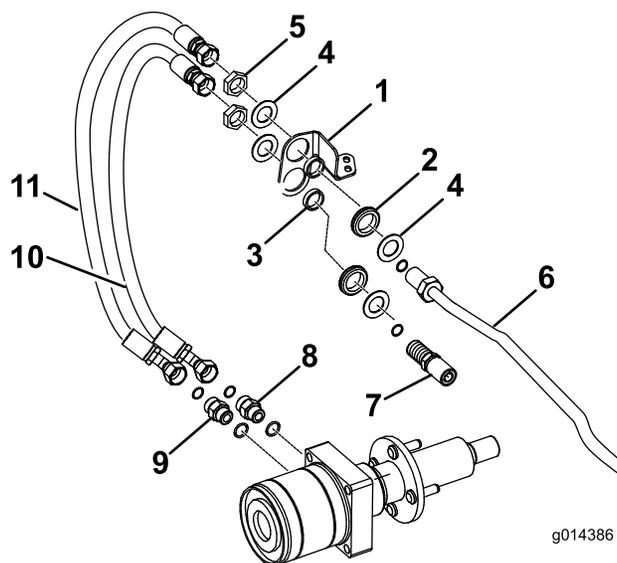
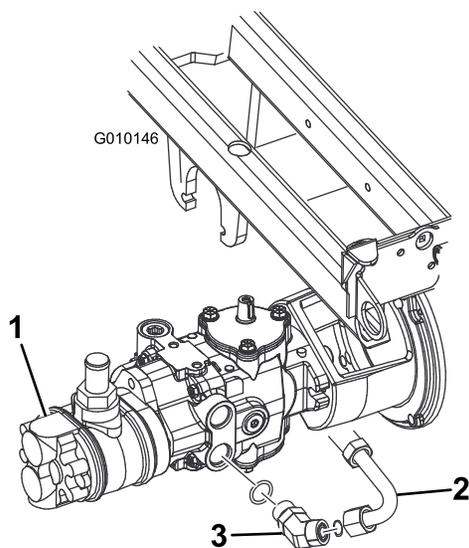

Figura 6
Figura 9
8. Instale olhais e espaçadores no suporte do anteparo como se mostra em Figura 6.
9. Monte o suporte do anteparo no tubo hidráulico duro com porcas e anilhas, como se mostra em Figura 6.
11. Monte o suporte do anteparo na estrutura com (2) parafusos auto-roscentes de cabeça sextavada.
12. Instale sem apertar o conjunto do tubo da bomba com a extremidade de 45 graus no encaixe na bomba e no furo inferior no suporte do anteparo com uma anilha e porca (Figura 6 e Figura 9).
13. Instale sem apertar o tubo hidráulico mais comprido no conjunto de tubos da bomba (anteparo inferior) e ao dispositivo de fixação do motor da roda superior (Figura 6).